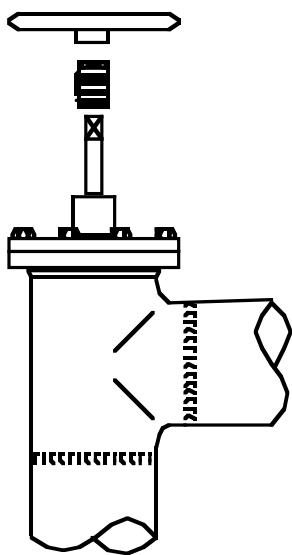

Fig. 7
3. Removal of packing gland (fig. 7): Now hand wheel/washer and packing gland can be removed. The packing gland is equipped with a teflon ring, which cannot be replaced. As a result a new packing gland must be mounted. Smooth possible marks of blow on the spindle before the new packing gland is inserted.
3. Utdragning af pakforskruning (fig. 7): Håndhjul/skive og pakforskruning kan nu afmonteres. Pakforskruningen er forsynet med en teflonring, der ikke kan udskiftes. Hele pakforskruning skal derfor skiftes. Polér eventuelle slagmærker på spindlen, før en ny pakforskruning sættes.
3. Herausnehmen der Dichtungsstopfbüchse (FIG. 7): Handrad/Unterlegscheibe und Dichtungsstopfbüchse lassen sich jetzt demontieren. Die Dichtungsstopfbüchse ist mit einem Teflonring versehen, der sich nicht Teflonring auswechseln lässt. Deshalb muß eine neue Dichtungsstopfbüchse montiert werden. Vor Einsetzen der neuen Dichtungsstopfbüchse eventuelle Schlagspuren auf der Spindel abschleifen.
3. Desmontaje del racor de empaquetadura (fig. 7): Ahora, el volante/la arandela y el racor pueden ser desmontados. El racor está provisto de un anillo de teflón, pero hay que montar un nuevo racor de empaquetadura. Alisar las marcas de golpe en el vástago, si las hay, antes de montar el nuevo racor de empaquetadura.